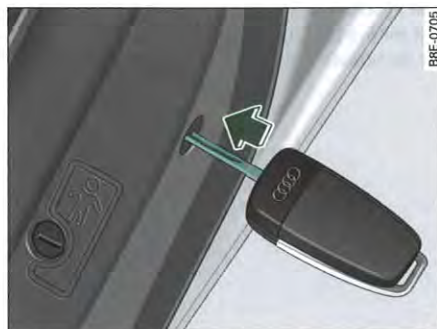

Fig. 53 Verrouillage d'urgence
- Insérez la clé dans la fente ⇒ fig. 53 et tournez-la environ de 90 degrés jusqu'en butée vers la droite (portes droites) ou vers la gauche (portes gauches).